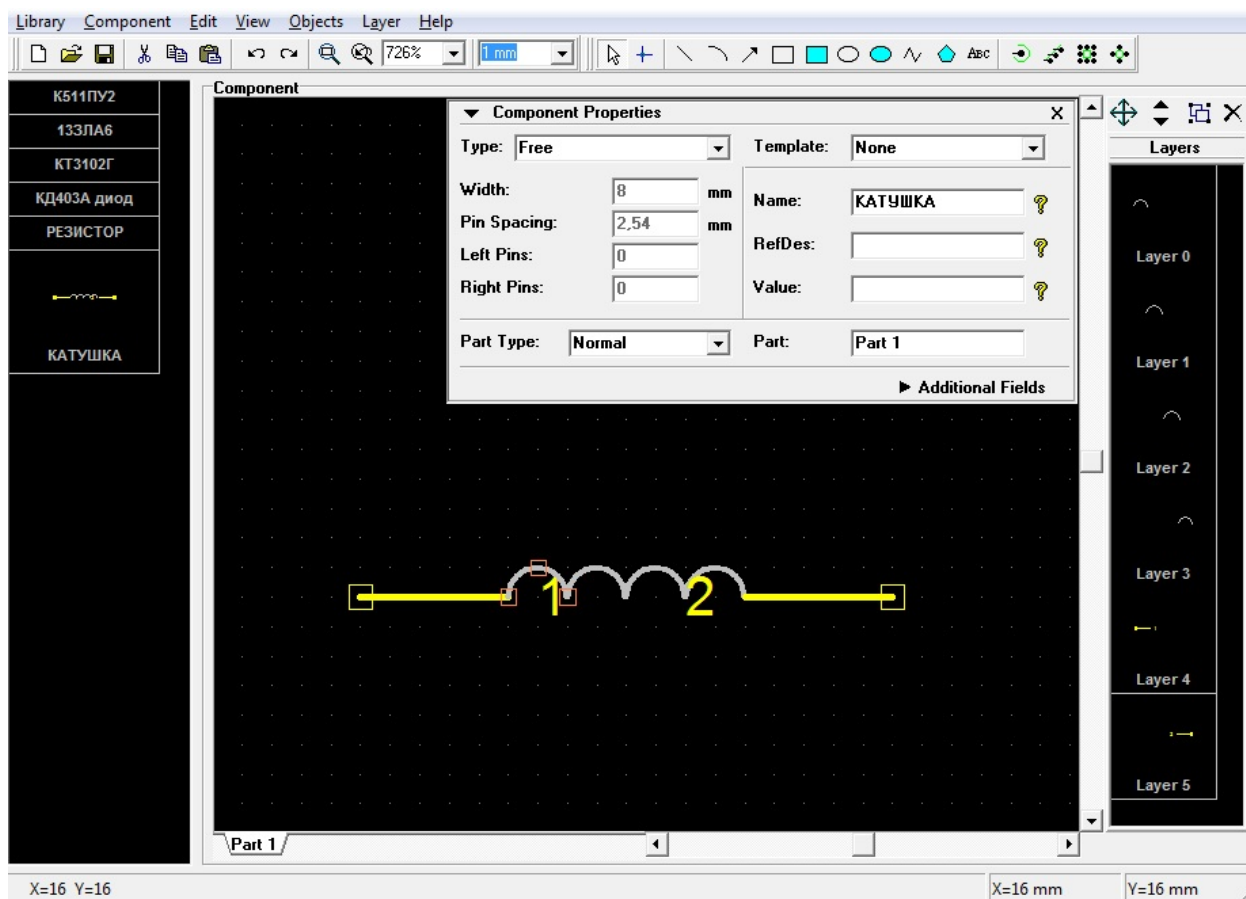

Рис. 1.1.11.
- Записать созданный УГО логического элемента в библиотеку. Для этого в окне Component Properties в поле Name ввести катушка (рис. 1.1.11.).